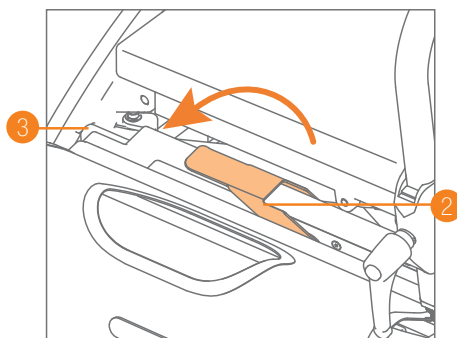

Figura 39: Blocco del pacchetto della sedia a rotelle.
- d. Spingere la maniglia rossa verso il basso senza forza per bloccare il pacchetto della sedia a rotelle (**Figura 39**). Ora puoi camminare con Rollz Motion Electric come deambulatore, portando con te il pacchetto della sedia a rotelle.